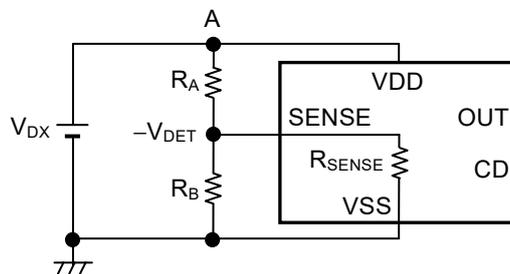

图24 检测电压外部设定电路
如图24所示，通过将用电阻 (RA) 和电阻 (RB) 分压后的节点与SENSE端子相连接，便可对检测电压进行外部设定。以往无SENSE端子的产品，因必须使分压节点与VDD端子连接，因此RA不能太大。这是因为VDD端子在检测或解除的切换时会有击穿电流流经，若RA过大则容易发生振荡等问题。
在图24中，外部设定检测电压 (VDX) 与实际的检测电压 (-VDET) 的理想关系式如下式。